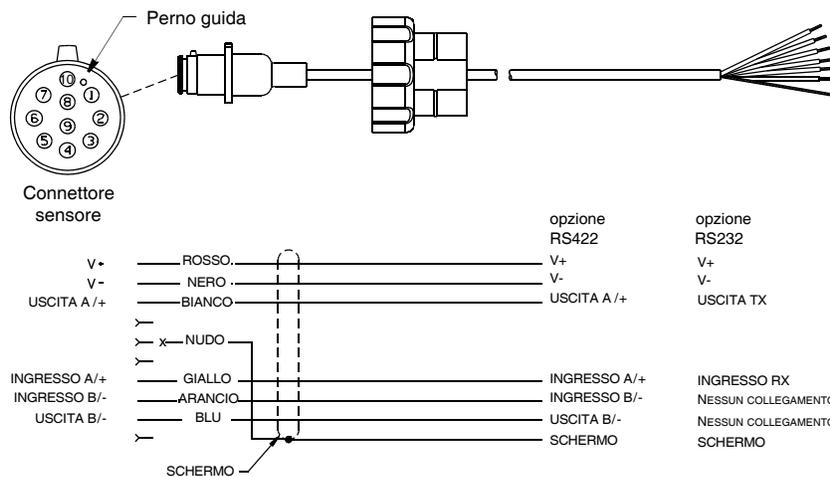

Figura 5. Cavo sensore NMEA 0183
Se il cavo del sensore non dispone di un connettore per il display, è necessario un cablaggio fisso. Seguendo le istruzioni riportate nel manuale del display, collegate i fili colorati come illustrato nella Figura 5.
**ATTENZIONE:** Il sensore dispone di un'interfaccia RS422 or RS232. Attenetevi allo schema di cablaggio della Figura 5 corrispondente al vostro sensore. Se viene eseguito un cablaggio per l'interfaccia sbagliata, il sensore non sarà in grado di ricevere e trasmettere i dati correttamente.
2. Strip Spellate il rivestimento esterno per 60mm (2-1/2") e ripiegate lo schermo dell'estremità tagliata (vedi Figura 5).